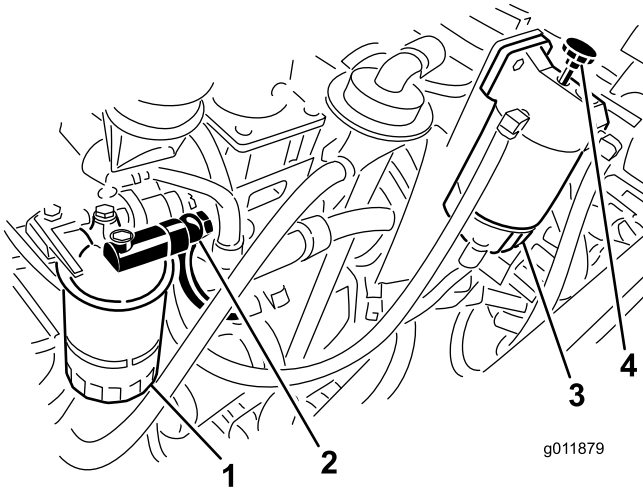

Bild 64
5. Lösen Sie den Ringstutzen am Gehäuse des Kraftstofffilters (Bild 64).
6. Lassen Sie die Wasserabscheidervorpumpe so lange laufen, bis Kraftstoff ungehindert aus dem Ringstutzen tritt (Bild 64).